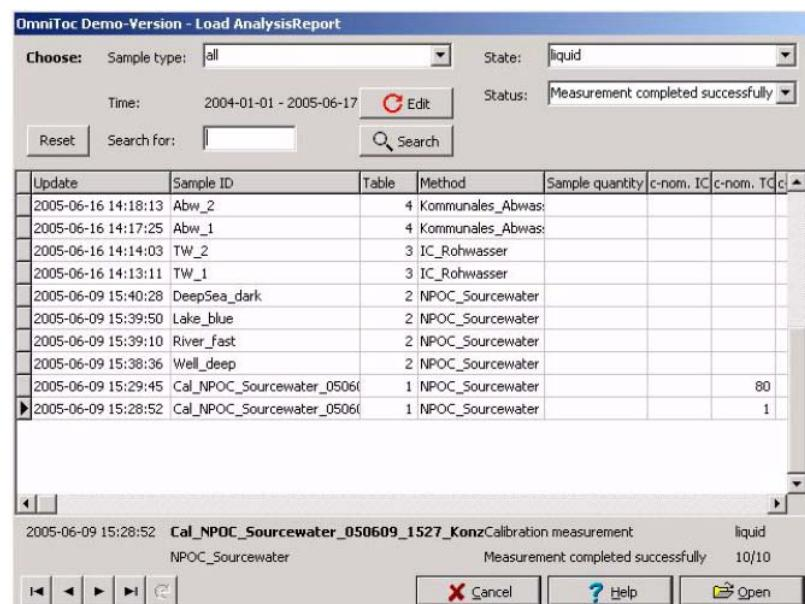

图52 Load Analysis Report（载入分析报告）窗口
- 如果需要，选择**Analysis Report>Open (Database)**（分析报告>打开(数据库)），在**Load analysis report**（载入分析报告）窗口设置适当的过滤器以及对结果进行分类（图52）。